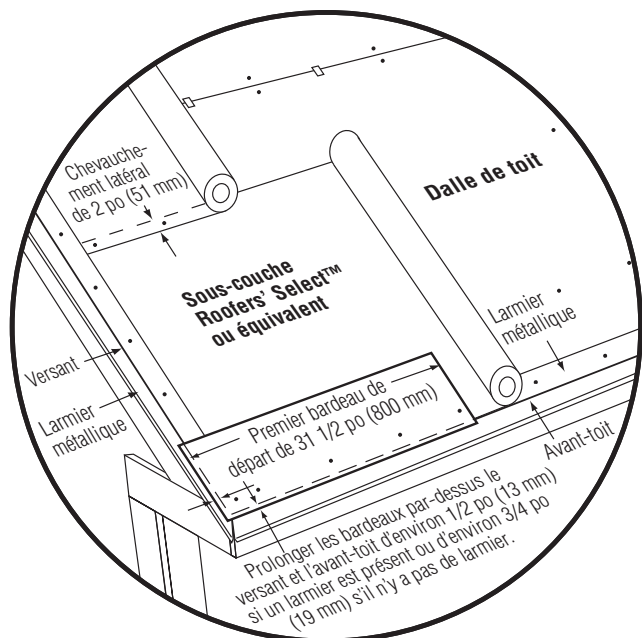

Figure 16-8 : Détail de la sous-couche, du premier bardeau de départ et du larmier pour une pente standard.
- ◆ Pour les trois modèles, retrancher $4\frac{1}{2}$ po (11,4 cm) sur la largeur du côté gauche de la première bande de départ et poser la pièce restante sur le coin inférieur gauche du toit. Ce bardeau de départ de $31\frac{1}{2}$ po (80 cm) doit dépasser du versant et de l'avant-toit d'environ $\frac{1}{2}$ po (1,3 cm) si un larmier est utilisé et de $\frac{3}{4}$ po (1,9 cm) s'il n'y a pas de larmier. Continuer de poser des bardeaux de départ entiers de 36 po (91,4 cm) tout le long de l'avant-toit (figure 16-8).